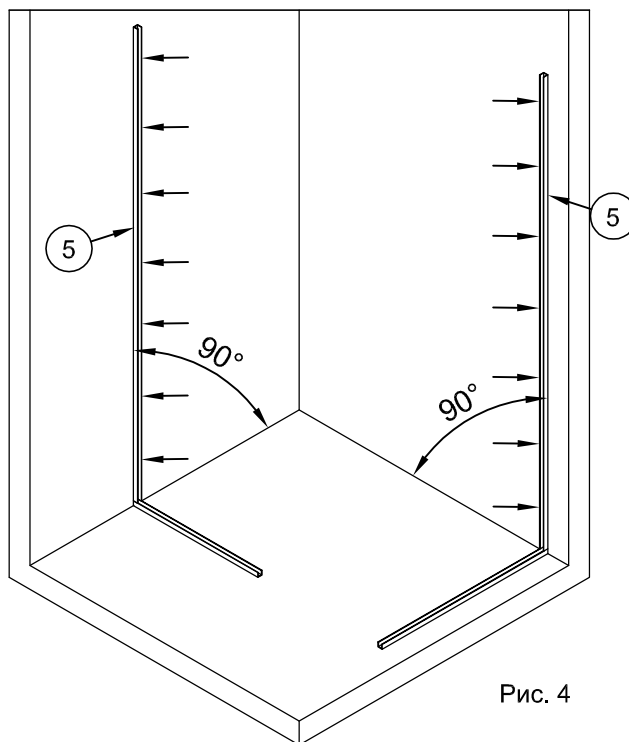

Рис. 4
2.1. Установить профили №5, прижав их к стенам и к профилям на полу. При помощи строительного уровня обеспечить вертикальное их положение (рис.4).
2.2. Карандашом или фломастером провести разметку мест сверления отверстий под дюбели, используя отверстия в профилях №5 для их крепления (рис.4).